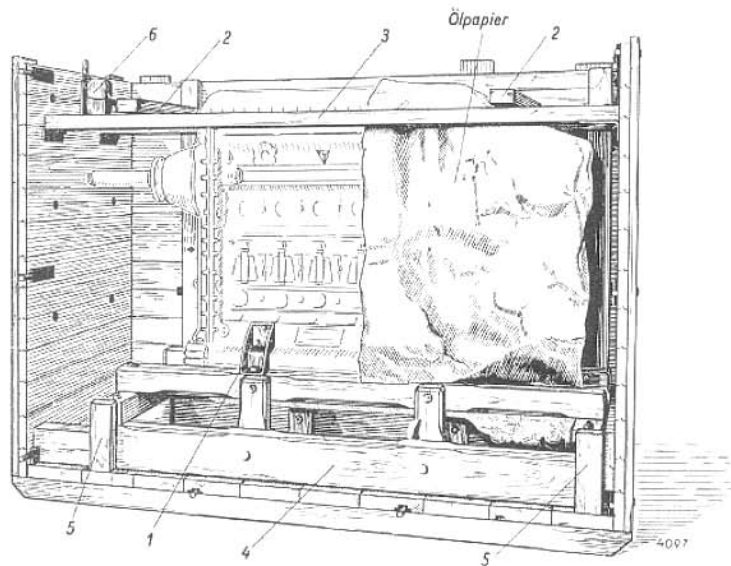

Abb. 48 Versandkiste mit Motor
b) Einsetzen des Motors in die Versandkiste (Abb. 48)
Paket mit Anschlußteilen (6) (s. Abb. 48) herausnehmen.